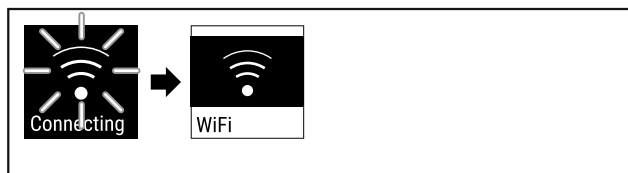

Fig. 86
- ▶ Připojení se vytváří (viz Fig. 86).